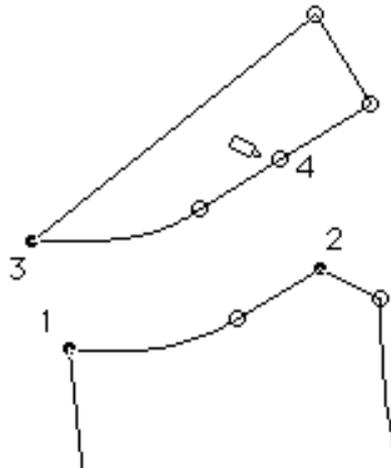

Figura 2-28.
5. Haga clic primero en el punto 1, luego en el punto 2, en el punto 3, y finalmente en el punto 4, como se muestra en la figura 2-28.